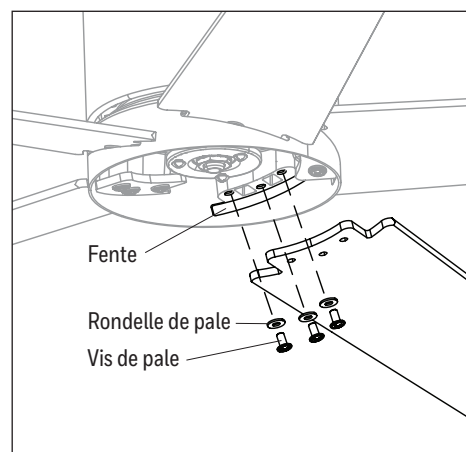

Figure 4.3
3. Insérez une pale à travers la fente latérale de l'ensemble moteur. Alignez les trous de la pale sur les trois trous pour vis de pale sous l'ensemble moteur. Fixez la pale à l'aide de trois vis de pale et de trois rondelles de pale. Répétez cette étape pour les autres pales (Figure 4.3).